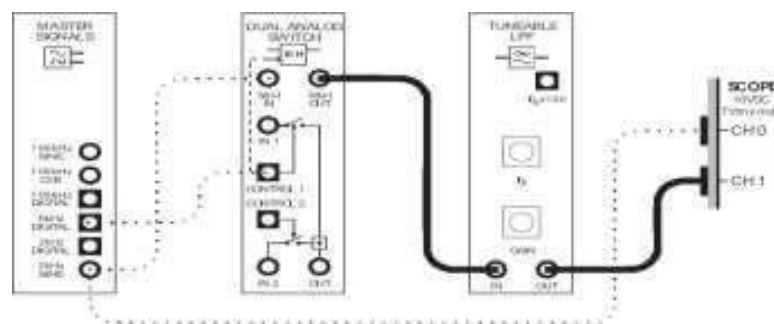

Figura 4.3
4. Conectar a la entrada del LPF la señal muestreada y retenida (Figura 4.3).